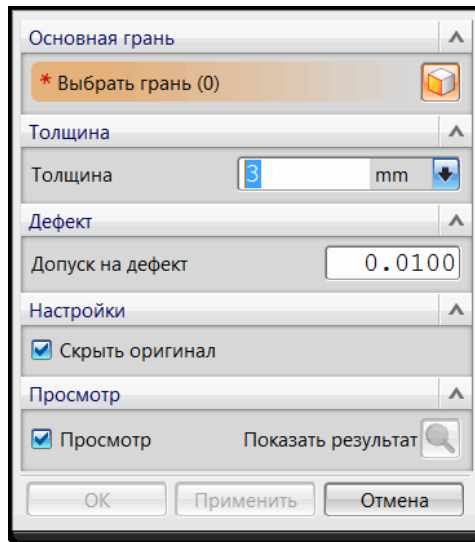

Рис. 1.65. Окно диалога **Утилита очистки**
**На втором этапе** анализируется возможность безошибочного преобразования в листовые тела NX моделей, геометрия которых проверена на первом этапе. Обычно это модели из других систем CAD. Такие модели не содержат дерева построения, параметризация ЭМ отсутствует. Создание ЭМ этих изделий происходит при настройках, отличающихся от настроек NX для приложения **Листовой металл NX**. Проблемы с конвертированием в листовое тело NX встречаются и у моделей, созданных в приложении **Моделирование**. В этих случаях полезно использовать функционал **Утилита очистки**, который находится в меню **Инструменты** при запущенном приложении **Листовой металл NX** (рис. 1.65).
- войдите в окно диалога **Утилиты очистки**: Меню **Инструменты** – **Утилита очистки** (рис. 1.65);